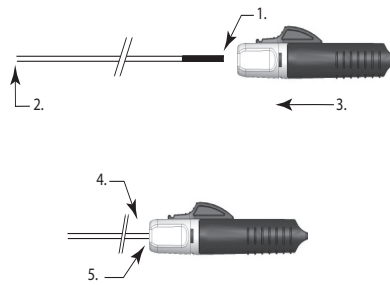

Рисунок 3
13. Удерживайте проксимальный конец толкателя для имплантата за дистальный конец индикатора подсоединения. Продвигайте систему моментального отсоединения I.D. (Instant Detacher) по проксимальному концу толкателя для имплантата, пока индикатор подсоединения полностью не войдет в разструб, а толкатель не будет плотно размещен в системе моментального отсоединения (см. рис. 3).